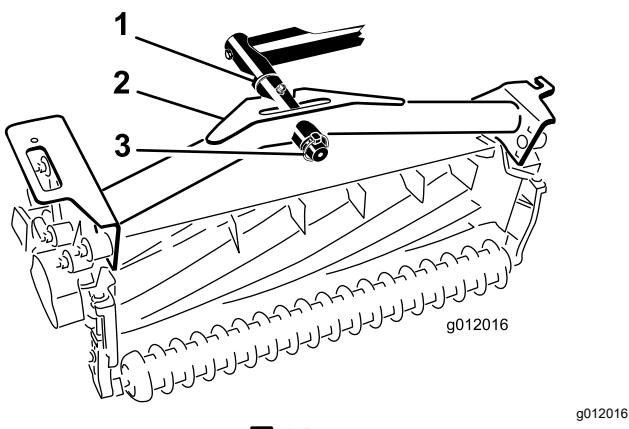

图 21
2. 将滚刀组承载架滑到枢轴杆上并用保险销固定 **图 21**。